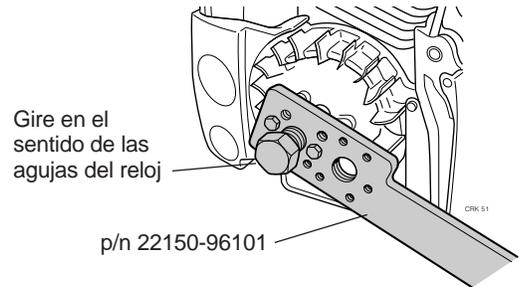

Figura 8.5 Usando la herramienta para sacar el volante
Paso 3. Instale la Pza. N° 22150-96101 para extraer el volante del cigüeñal, como se muestra (figura 8.5)